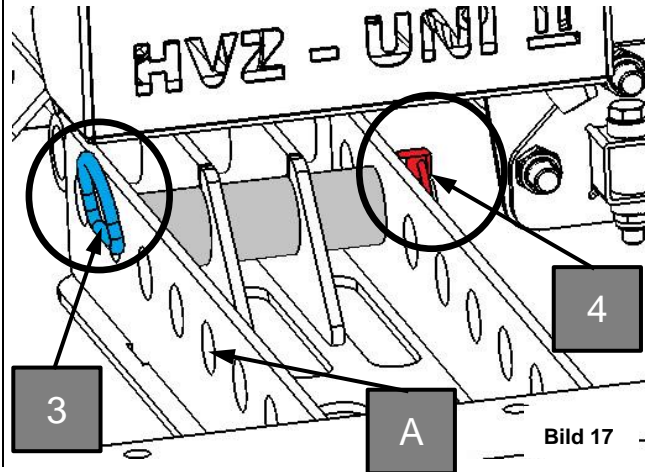

Bild 17
Steckbolzen (3) wieder einstecken (siehe Bild 17), Steckbolzen mit Klappsplint (4) sichern (siehe Bild 17).